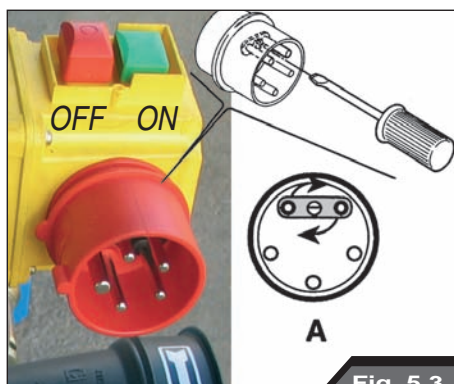
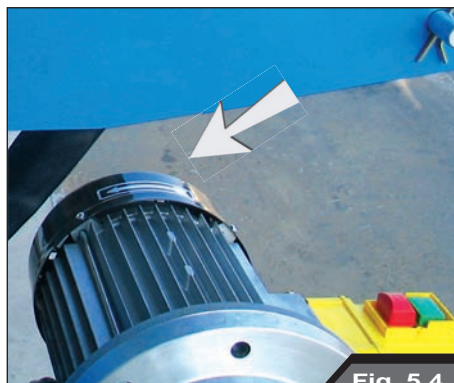

Fig. 5.3
Fig. 5.4
Prima dell'installazione verificare il senso di rotazione del motore elettrico. Per fare ciò Inserite la spina del cavo in dotazione alla presa del motore. Per il voltaggio dell'alimentazione, vedere la tabella delle informazioni generali nel cap.3 "Dati e caratteristiche tecniche", in base al modello di spaccalegna. Alimentare il motore per uno o due secondi tramite il pulsante verde (ON) posizionato sopra il motore (Fig. 5.3), in modo da visualizzare il senso di rotazione. Se il motore gira in senso opposto alla freccia posta sul carter del motore (Fig. 5.4), togliere la spina dalla presa e procedere alla inversione di due poli della presa tramite la vite, come indicato in «A» (Fig. 5.3).
Una volta verificato il senso di rotazione del motore ricollegate la presa del cavo di alimentazione in dotazione. Inserite la spina nell'apposita presa e date corrente con l'apposito interruttore (Fig. 5.4), pulsante verde (ON). Per spegnere il motore premere il pulsante rosso (OFF) (Fig. 5.4).